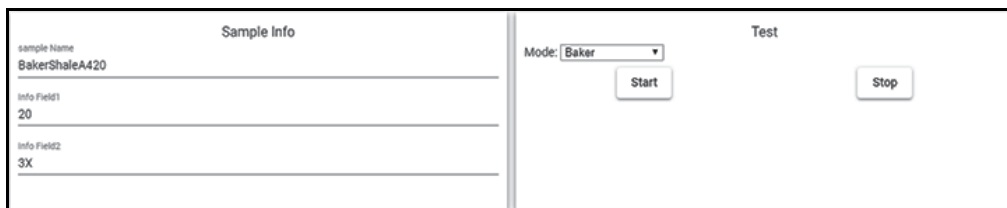

图 5-5 检测和样品信息区域
1. 在**Live Operator**（当前操作员）屏幕的**Test**（检测）对话框中，选择一个检测模式（参见第70页的图 5-5）。
- ◆ 点击**Stop**（停止）（参见第70页的图 5-5）。